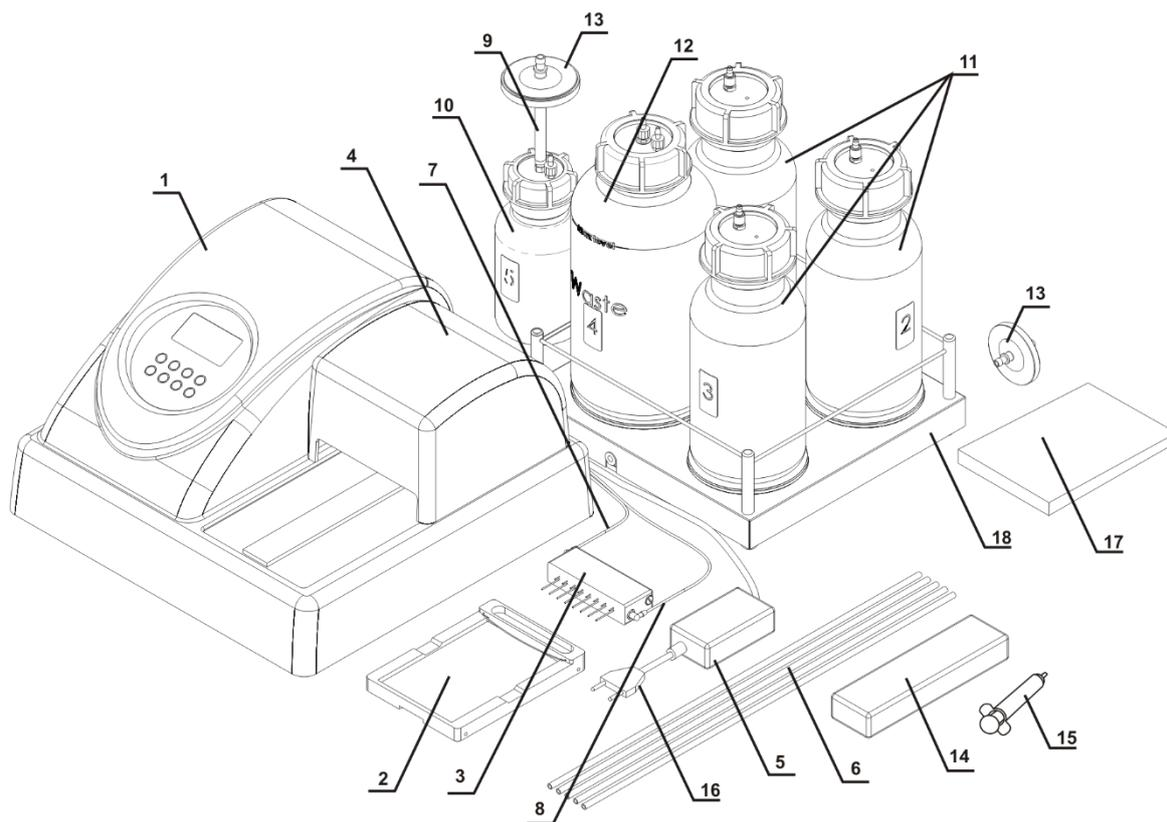
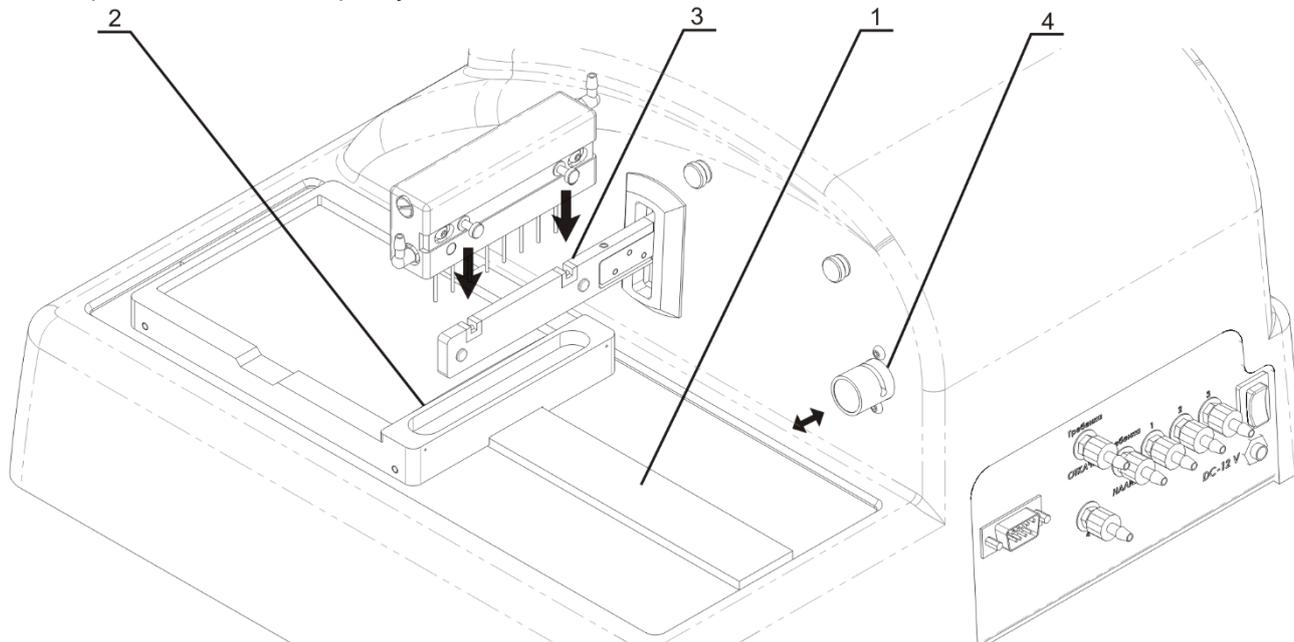
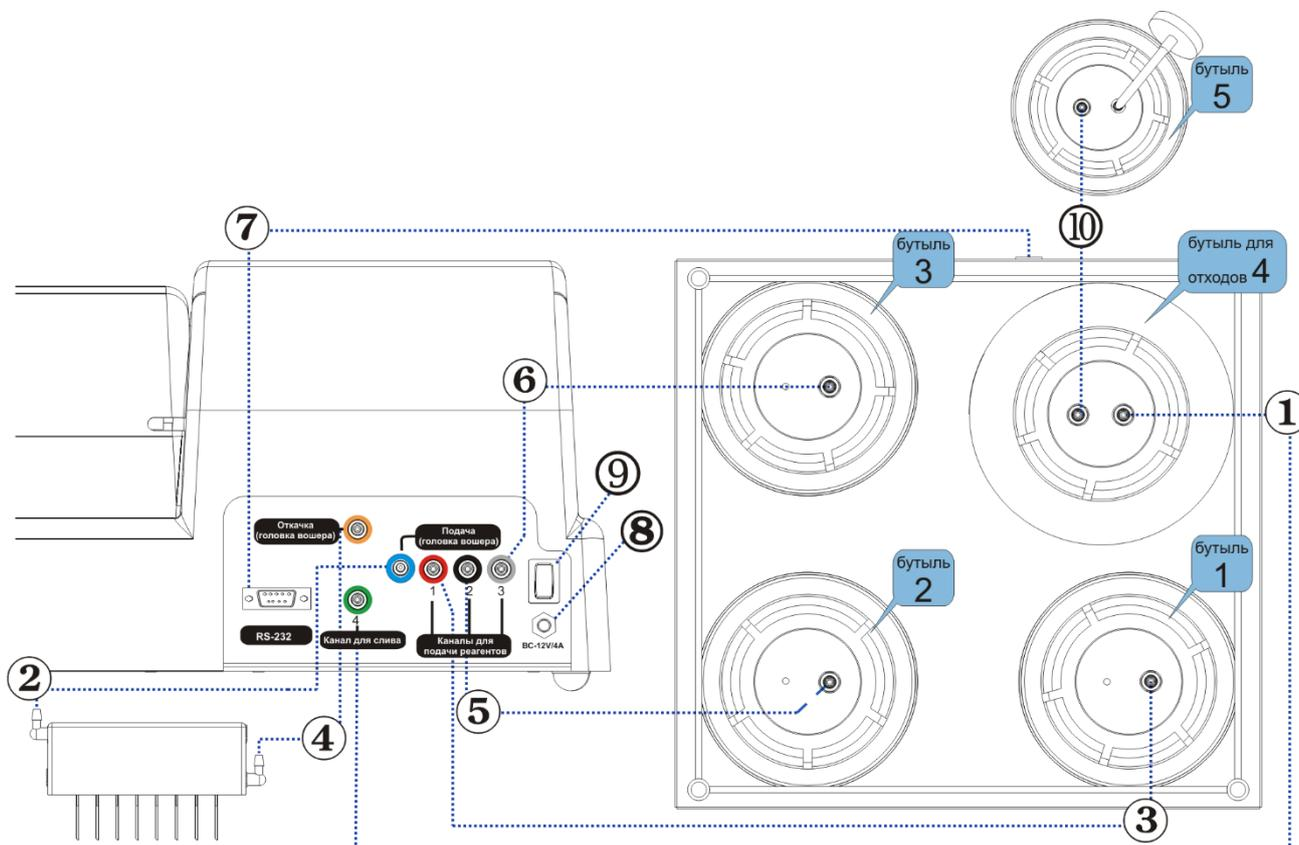

Рисунок 1. Комплектация прибора
Рисунок 2. Подготовка прибора к работе.
Рисунок 3. Диаграмма сборки
| № на рис. 1. | Наименование  | Количество |
- 4.4.4. Установите каретку на рельс (рис. 2/1), расположенный на платформе прибора, так, чтобы держатель планшета (плоская пружина) был направлен к задней стенке прибора (рис. 2/2). Магнит в нижней части каретки притянет ее в исходную позицию.
- 4.4.6. Установите промывочную гребёнку в пазы держателя (рис. 2/3). Магниты в гребёнке и держателе соединят и выровняют гребёнку.
- 4.4.7. Соедините трубкой (рис. 1/7) штуцер промывочной гребенки, по которому подается жидкость, с **синим** штуцером **Подача (гребенка вошера)** на задней панели прибора (рис. 3/2).
- 4.4.8. Соедините трубкой (рис. 1/8) штуцер промывочной гребенки, по которому откачивается жидкость, с **жёлтым** штуцером **Откачка (гребенка вошера)** на задней панели прибора (рис. 3/4).
- 4.4.9. Соедините штуцер **Канал для слива** (4 – **зеленый**) на задней панели прибора трубкой со штуцером двухлитровой бутылки (под номером 4) для сбора отработанной жидкости (рис. 3/1).
- 4.4.10. На штуцер пол-литровой бутылки (под номером 5) установите трубку для гидрофобного фильтра (рис. 1/9), а на нее – гидрофобный фильтр (рис. 1/13). При установке гидрофобного фильтра его поверхность с надписью "IN" должна быть обращена к пробке бутылки (рис. 11).
- 4.4.11. Соедините бутылку для сбора отработанной жидкости с пол-литровой бутылкой под номером 5 (рис. 3/10).
- 4.4.12.1 К штуцеру (1 – **красный**) (рис. 3/3) трубкой (рис. 1/6) подсоедините бутылку с буфером 1.
- 4.4.12.2 К штуцеру (2 – **черный**) (рис. 3/5) трубкой (рис. 1/6) подсоедините бутылку с буфером 2.
- 4.4.12.3 К штуцеру (3 – **белый**) (рис. 3/6) трубкой (рис. 1/6) подсоедините бутылку с буфером 3.
- 4.4.13. Установите трубку промывочной гребенки (рис. 3/2) в прорезь клапана (рис. 2/4). Нажмите на клапан по направлению стрелки и, удерживая его, немного растяните трубку, поместите ее в прорезь и отпустите клапан.
- 4.4.16. Если используется **4 CHW Logger**, четырехместный терминал контроля объема жидкости, распакуйте его и вытащите прокладки из-под чашек весов. Установите бутылки на терминал в соответствии с нумерацией. Подключите кабель RS-232 к разъему на задней панели прибора и к терминалу контроля объема жидкости (рис. 3/7).
**Внимание!** Перед тем как подключать прибор к сети, убедитесь, что выключатель питания (рис. 3/9) на задней панели прибора находится в положении **0** (выключено).
4.5.1. Подключите внешний блок питания к разъему (рис. 3/8) на задней панели прибора.
4.5.2. Подключите к внешнему блоку питания сетевой шнур (рис. 1/16).
**Примечание.** При использовании планшетов FastFRAME, снимите держатель планшета (рис. 2/2), а после работы верните его на место.